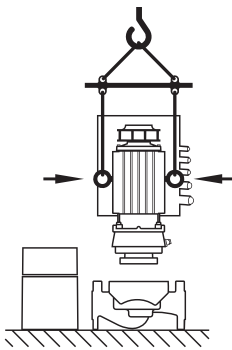

Fig. 9: Транспортування двигуна
- За необхідності (напр., у випадку ремонту) транспортні вушка можна перемістити з фланця двигуна на корпус останнього (див. Fig. 9). Перш ніж встановлювати транспортні вушка на корпусі двигуна, з відповідних отворів слід викрутити розпірні держачи (Fig. 7, п. 20b) (див. главу 10.2.1 «Заміна ковзаючого торцевого ущільнення» на сторінці 50).
- У разі перенесення транспортних вушок із фланця двигуна на корпус останнього їх можна використовувати лише для переміщення або транспортування модуля (Fig. 9), але в жодному разі не для транспортування всього насоса і не для відокремлення модуля від корпусу насоса.